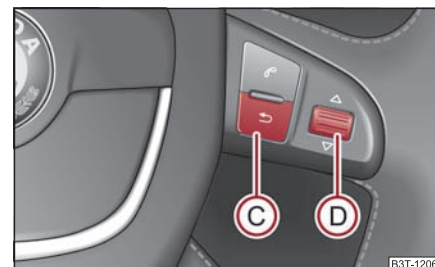

Fig. 28 Pantalla informativa: Elementos de mando en el volante multifunción
- **MAIN MENU (MENÚ PRINCIPAL)** se activa pulsando la tecla **C** ⇒ fig. 28 durante más de 1 segundo.